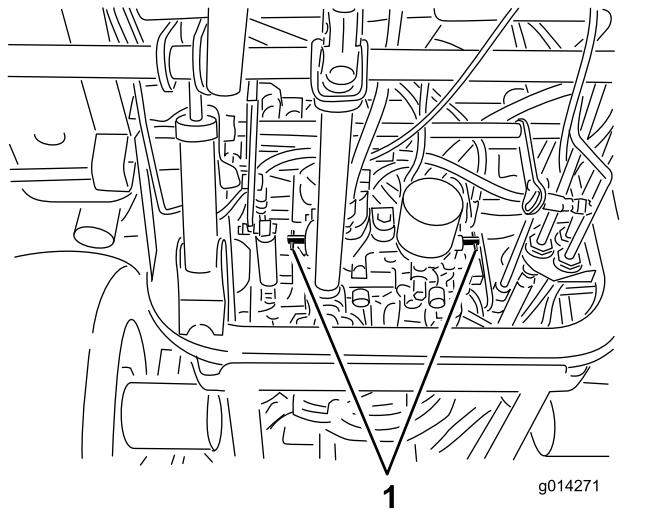

Figure 43
4. Tournez chaque vanne de dérivation d'un tour dans le sens anti-horaire (Figure 43). Cela permet au liquide hydraulique de contourner la pompe et aux roues de tourner.
Tournez chaque vanne de dérivation d'un tour dans le sens horaire et serrez-les à la main (couple de serrage de 8 N·m [71 po-lb] approx.) (Figure 43).